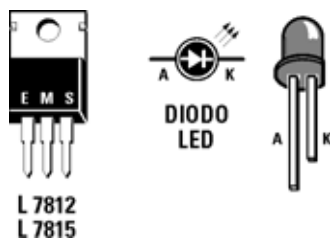

Fig.5 Conexiones del integrado estabilizador IC1 (L.7812 o L.7815). También se muestran las conexiones del diodo LED, el terminal más largo es el ánodo (A).
Al conectar los **cables** del **diodo LED** hay que respetar la **polaridad** de sus terminales. Como se puede ver en la Fig.5 el **ánodo (A)** es el terminal **más largo**. Si se **invierten** los cables el LED **nunca** se **iluminará**, si bien tampoco quedará dañado.